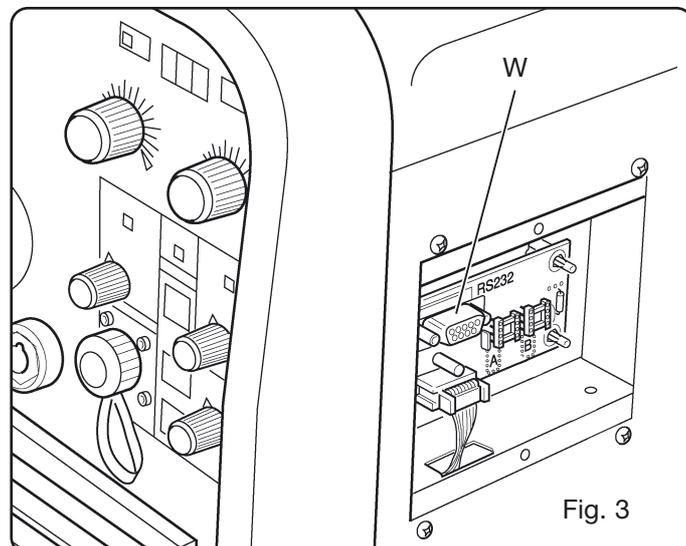

Fig. 3
3.4 Stecker DB9 (RS 232) (Abb. 3)